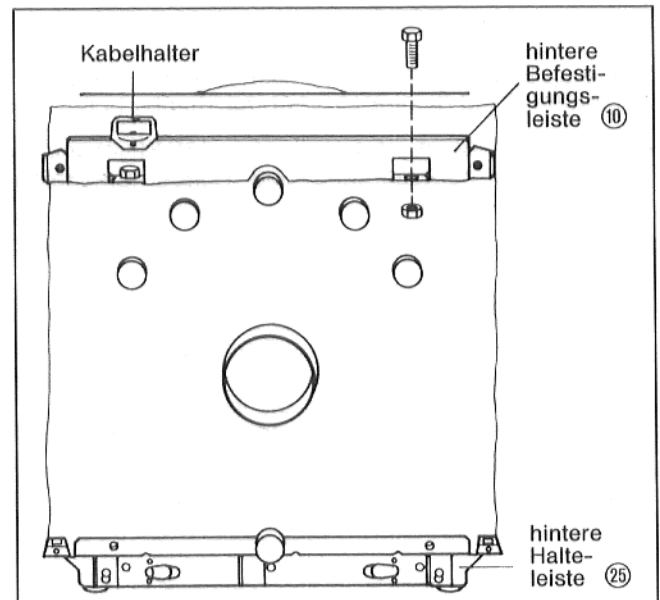

Abb. 10
- Rückwandwärmeschutzmatte so anbringen, daß Kesselanschlüsse und Abgasstutzen frei bleiben (Abb. 10).
- Hintere Befestigungsleiste ⑩ mit 2 M8-Schrauben und Muttern von oben an der Kesselkörperrückwand anschrauben (Abb. 10).
- Hintere Halteleiste ⑳ mit den Bohrungen in die bereits eingedrehten Schrauben einhängen und festschrauben (Abb. 10).
- Vordere Halteleiste ⑳ mit den Bohrungen in die bereits eingedrehten Schrauben einhängen und festschrauben (Abb. 10).